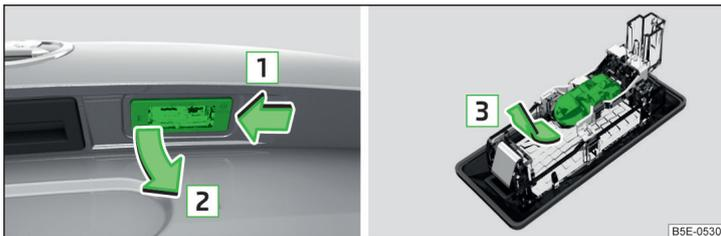

Abb. 336 Kennzeichenleuchte herausnehmen / Glühlampe wechseln
- › Die Leuchte in Pfeilrichtung **1** » Abb. 336 eindrücken, bis diese gelöst ist.